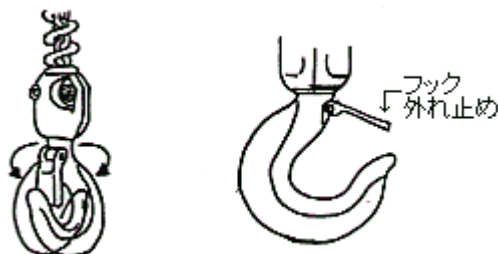

図4 フックブロックの点検
(7)フックの外れ止めが損傷していないか、また、フックが円滑に回ることが出来るかなどフックブロックに異常がないかを確認してください。(図4)